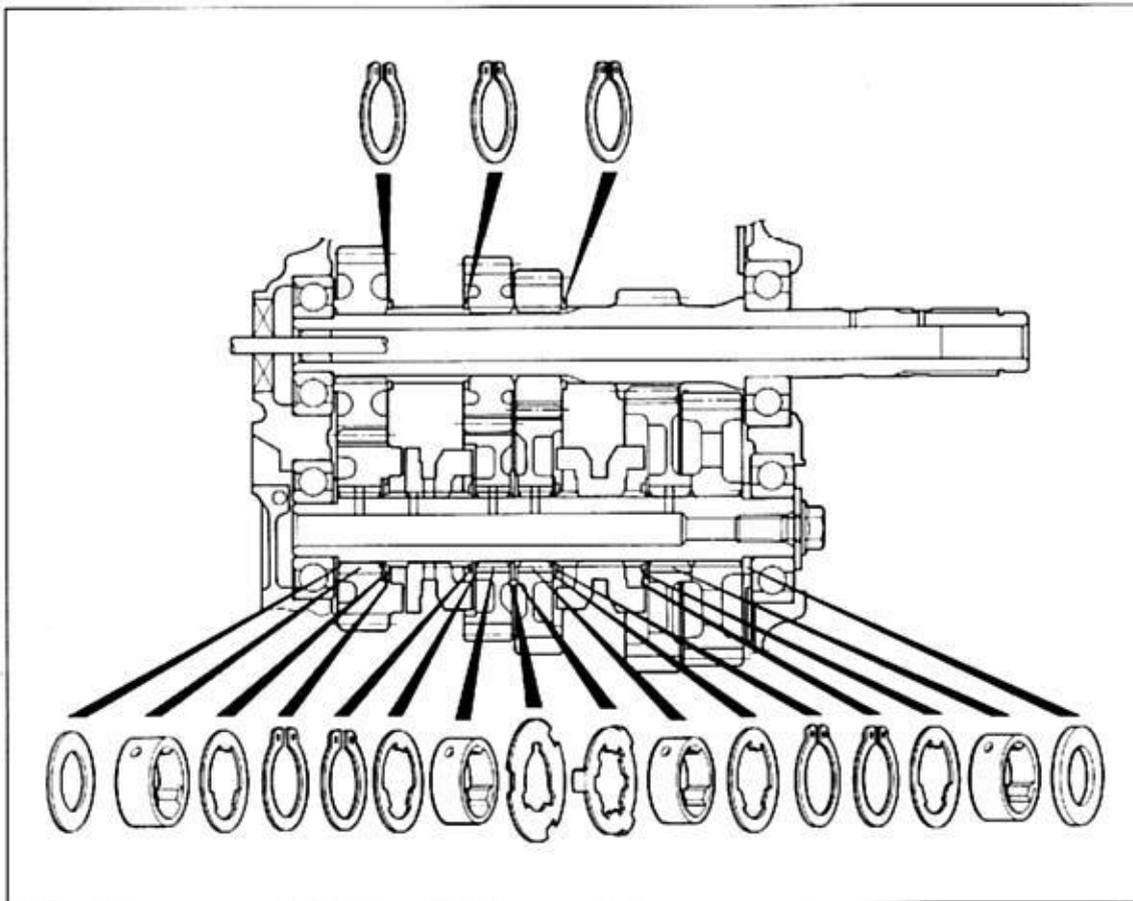

Bild 149
- Haupt- und Nebenwelle (Bild 149) montieren: